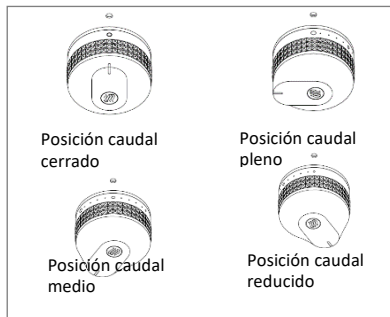

Imagen 1: Ajuste de la palanca de control
6. A continuación regule según desee la altura de la llama girando la o las palancas de control de caudal pleno (círculo grande) o caudal reducido (círculo pequeño) (consulte la imagen 1)